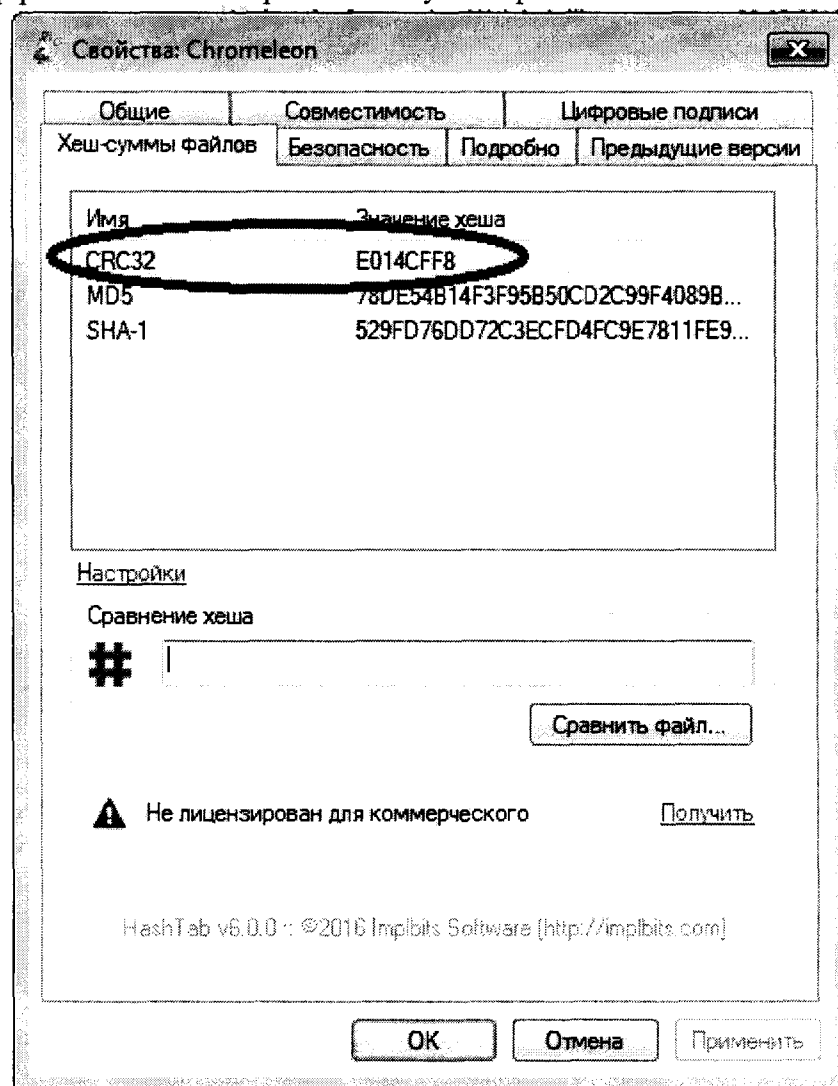

Рис. 2 Окно Свойства файла chromeleon.exe
5. Выписать хеш-сумму, рассчитанную по алгоритму CRC32 (Рис.2) и сравнить с данными Таблицы 1 Описания типа.